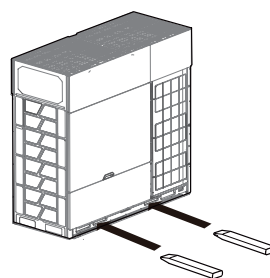

Figure 2.3
- Pour déplacer l'unité à l'aide d'un chariot élévateur, insérez les fourches dans l'ouverture située au bas de l'unité, comme indiqué sur la Figure 2.3.